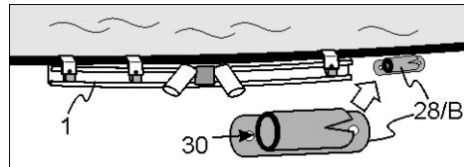

Abb. 3.4
ähnlich Abb. 3.4)
- Länge der Stütze (6) auf Beckenhöhe durch kürzen anpassen und die Stütze (6) an den Kunststoffanker (5) einstecken. Der Boden unter der Stütze (6) muss fest sein.
Am Ende des „C“ Profils (1), wie abgebildet, einen Spanner (28/B) auf den Stahlmantel kleben. Dieser Spanner (28/B) ist notwendig für Auf- und Abbau des Domes. (Abb. 3.4).
(ähnlich Abb. 3.4)